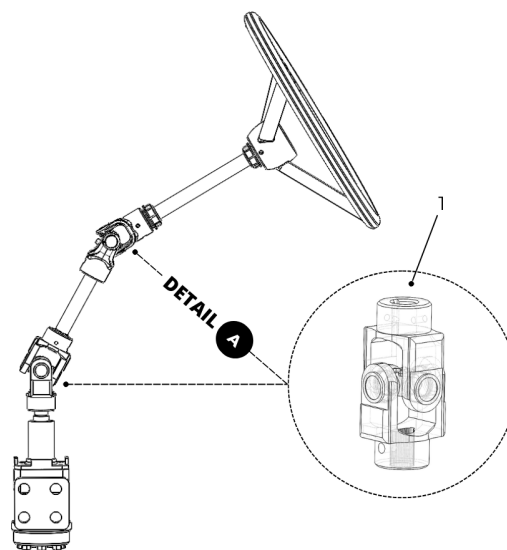

Figure 31. Inspection des joints universels.
1. Inspecter les joints universels (1) et les quatre extrémités des joints à rotule (2) (voir figures 31 et 32) :
Lubrifier les points de graissage des composants suivants (voir Figures 31 et 32 aux pages 33 et 34) en utilisant de la graisse multi-usages :